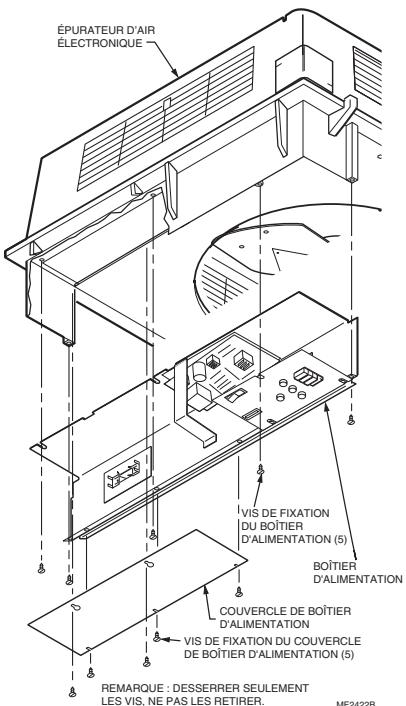

Fig. 6. Dépose du bloc d'alimentation F90A.
- Desserrer les vis maintenant le couvercle de bloc d'alimentation et déposer la plaque de couvercle. Voir la Fig. 6.
- Desserrer les deux vis sur la paroi interne du bloc d'alimentation et les trois vis en haut du bloc. Glisser le bloc d'alimentation vers le centre de l'épurateur d'air et débrancher des deux connecteurs Molex et le connecteur rapide. Voir la Fig. 6.